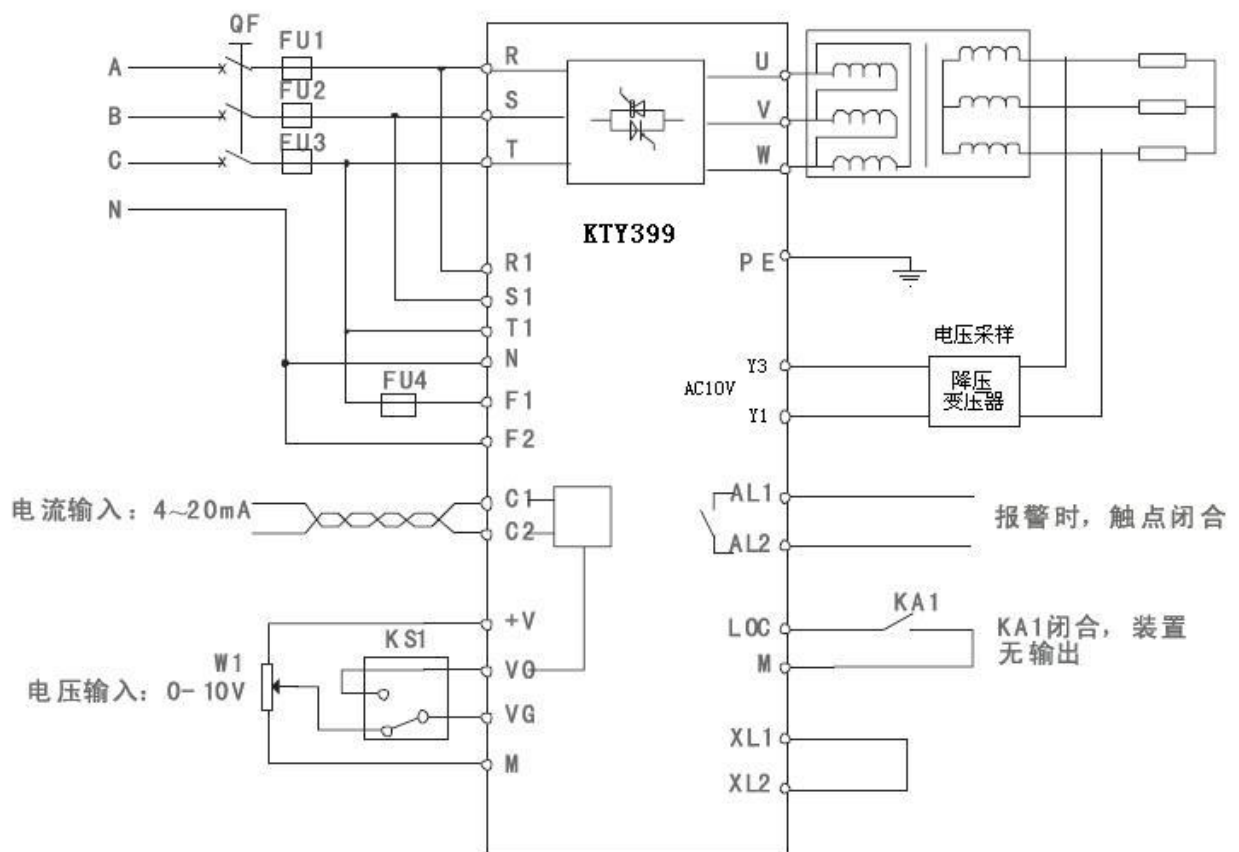

图4-5-2 KTY399应用于低电压、大电流负载的电压闭环控制
- 图4-5-2中电压反馈取自变压器的二次侧, 此方法可精确恒定负载电压。由于标准配置的恒压型调压器在出厂时反馈信号连接到了调压器输出端 (相当于图中变压器一次侧), 如要按图4-5-2的方式接线, 可在订货时提出或在使用时与我们联系。